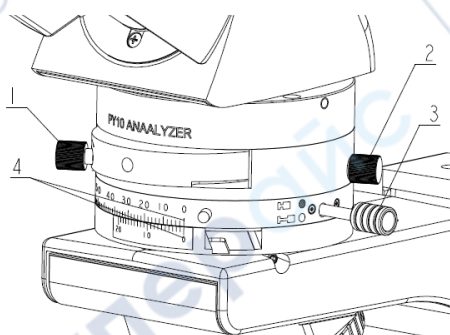

Рис.19
1. Регулировка Cross-Nicol (рис. 19 и 20).